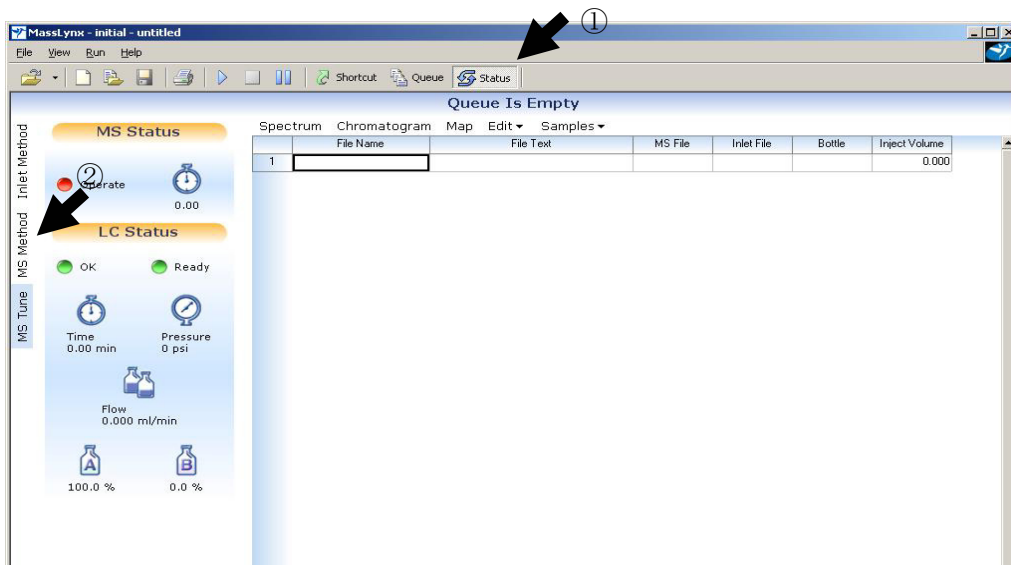

図 24 MS Method 画面の起動
①MassLynx の Status ボタン①を押し (図 24), 左端にある MS Method②をクリックする。